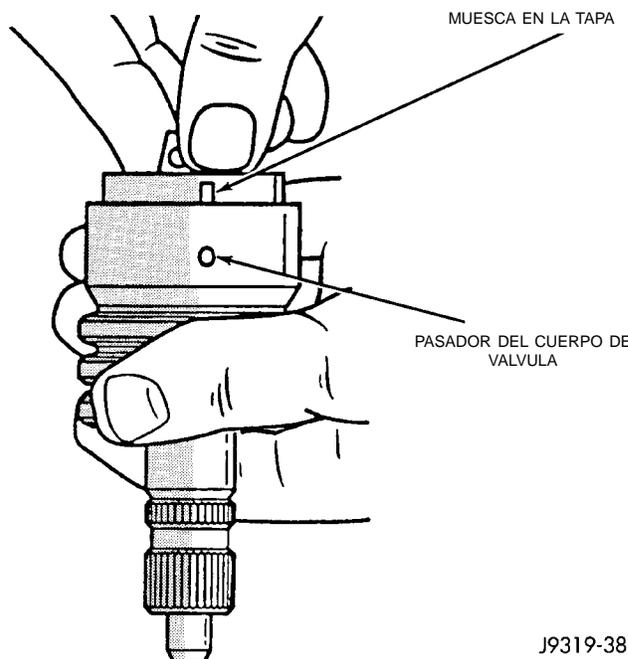

Fig. 17 Instalación del eje corto
(2) Instale la válvula de carrete en el cuerpo de válvula empujando y girándola. Se debe poder acceder al orificio en la válvula de carrete para el pasador del eje corto desde el extremo opuesto del cuerpo de válvula.
(3) Instale el eje corto en el carrete de la válvula y encaje el pasador de posición del eje corto en el orificio de la válvula de carrete (Fig. 17).